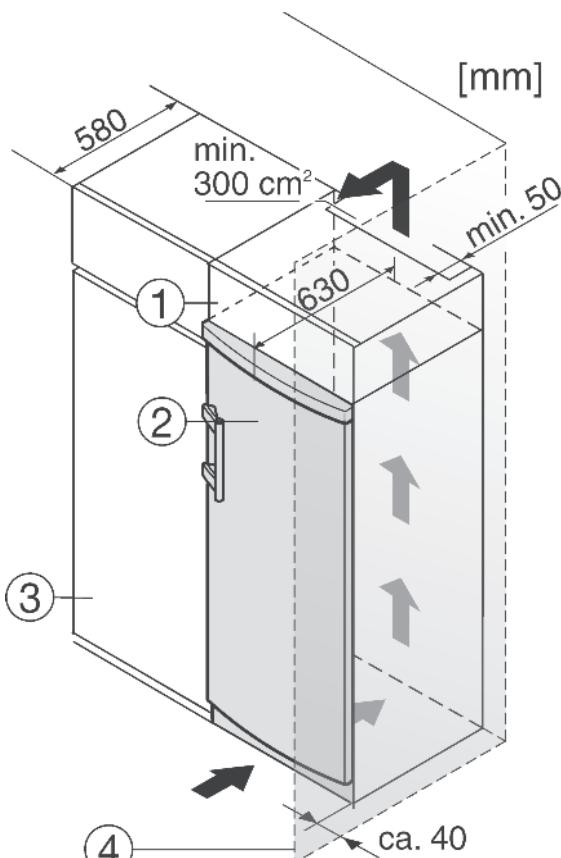

Fig. 9
- (1) Nástavná skříňka
- (2) Přístroj
- (3) Kuchyňská skříň
- (4) Stěna
Zařízení lze zabudovat do vybavení kuchyně. K vyrovnání přístroje Fig. 9 (2) na výšku kuchyňské linky lze na přístroj nasadit odpovídající nástavec Fig. 9 (1).
Při montáži do kuchyňských skříní (hloubka max. 580 mm) lze přístroj instalovat hned vedle kuchyňské skříně Fig. 9 (3). Dvírka přístroje přesahují přední stěnu kuchyňské skříně na stranách o 34 mm a uprostřed o 50 mm. To umožňuje jejich volné otevírání a zavírání.
Když se přístroj instaluje závesy vedle stěny Fig. 9 (4), musí být vzdálenost přístroje od stěny alespoň 30 mm. To odpovídá přesahu madla při otevřených dveřích.
Když se přístroj instaluje závesy vedle stěny Fig. 9 (4), musí být vzdálenost přístroje od stěny alespoň 40 mm. To odpovídá přesahu madla při otevřených dveřích.